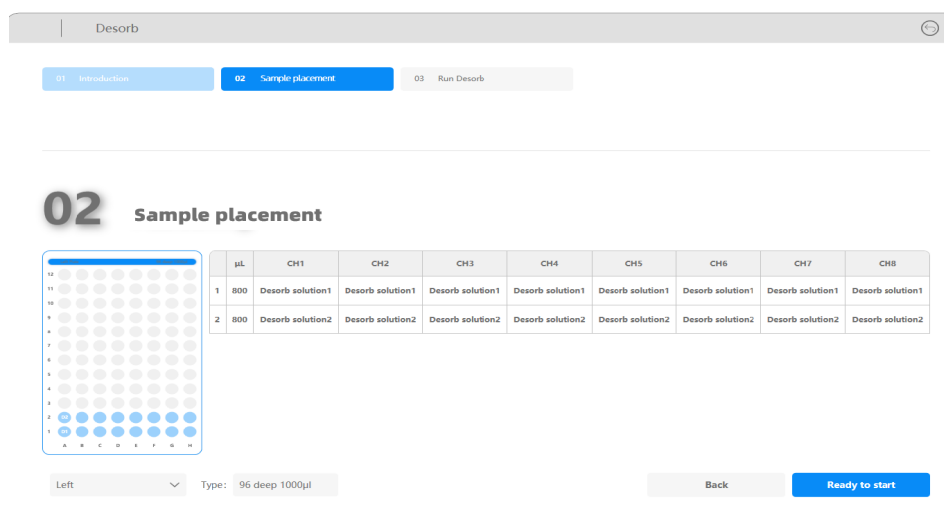

图 2 软件 Desorb 程序提示加样界面
- c. 按照 sample placement 显示, 默认在 1 mL U 底 96 孔微孔板相应孔位分别加入 800 μ L Desorb solution 1 和 Desorb solution 2, 并正确放入板位后按软件提示进入下一步, 如图 2 和 3;